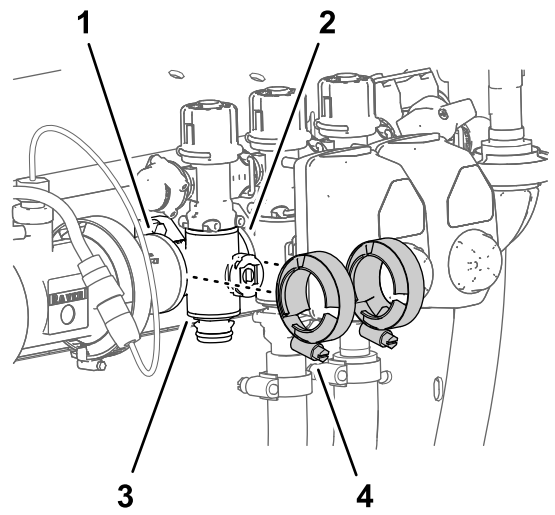

图 134
4. 将在拆下喷洒臂段歧管阀 (页码 69)中卸下的法兰夹具松松安装到喷洒臂段阀歧管的法兰上以及其他喷洒臂段阀和/或耦合适配器的法兰上图 134。
7. 用手拧紧 2 个法兰夹具图 134。